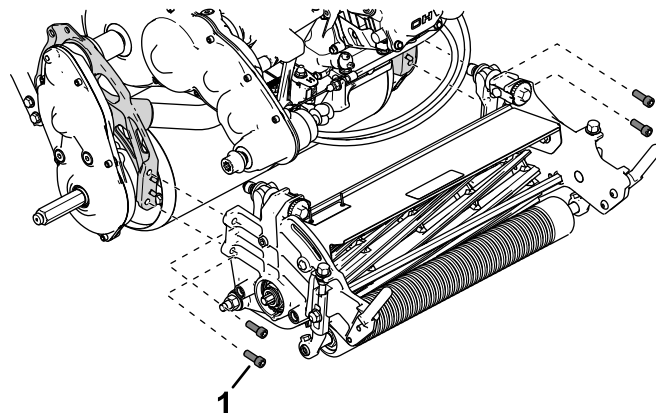

Bild 44
5. Verwenden Sie die vier Bundkopfschrauben, um das Mähwerk am Rahmen zu befestigen (Bild 44).